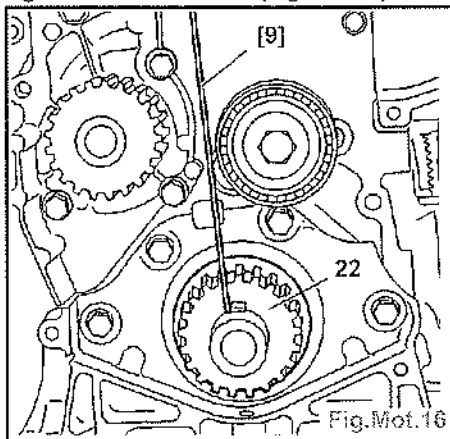

Fig.Mot.16
- vérifier que les galets (21) et (18) tournent librement (sans jeu et absence de point dur),
- vérifier que la poulie de pompe à eau (19) tourne librement (sans jeu et absence point dur),
- Piger le pignon de vilebrequin (22) en insérant l'outil [9] de $\varnothing 2$ mm du côté gauche de la clavette (Fig.Mot.16).